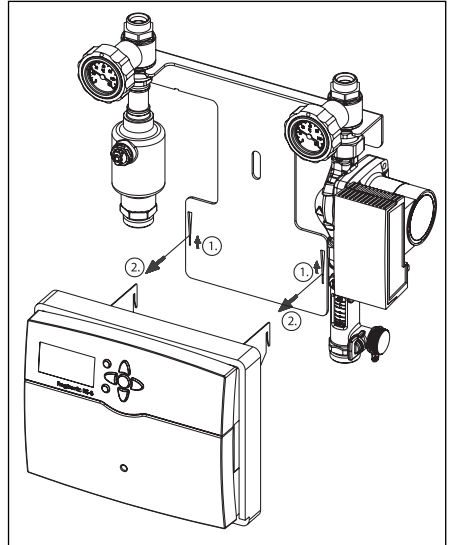

Fig. 16 Démontage du régulateur
- Démontez le régulateur du groupe solaire (fig. 16).